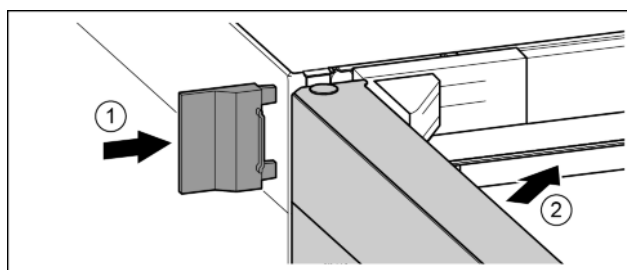

Fig. 19
- Wsunąć zewnętrzną osłonę. Fig. 19 (1)
- Zamknąć górne drzwi. Fig. 19 (2)